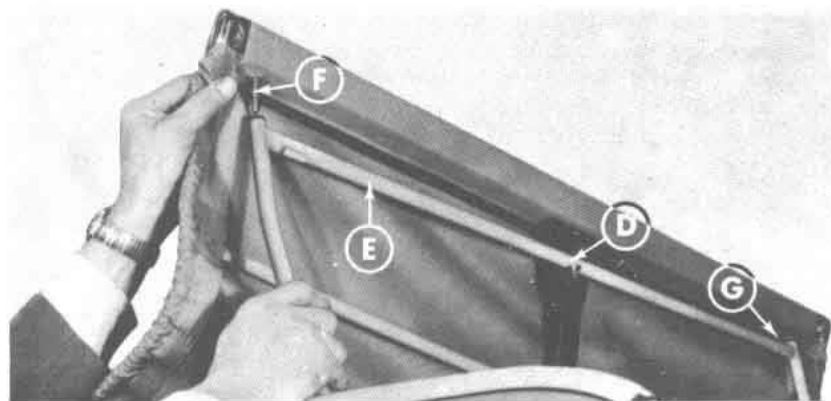

Fig. 25 - Apertura total de la capota
- Quitar del cuadro metálico móvil los espárragos de la capota (Fig. 25-F y G) y abatir el cuadro sin la capota hacia la parte delantera.